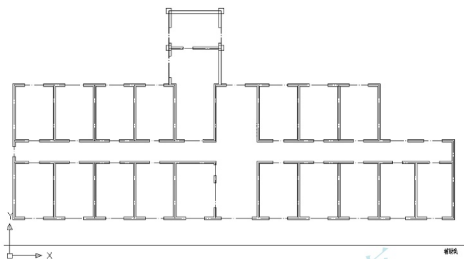

图 3.37 关闭【门窗】图层和【室外】图层
③ 按 Esc 键取消夹点。
④ 打开【轴线】图层, 将【门窗】、【楼梯】和【室外】图层关闭, 如图 3.37 所示。